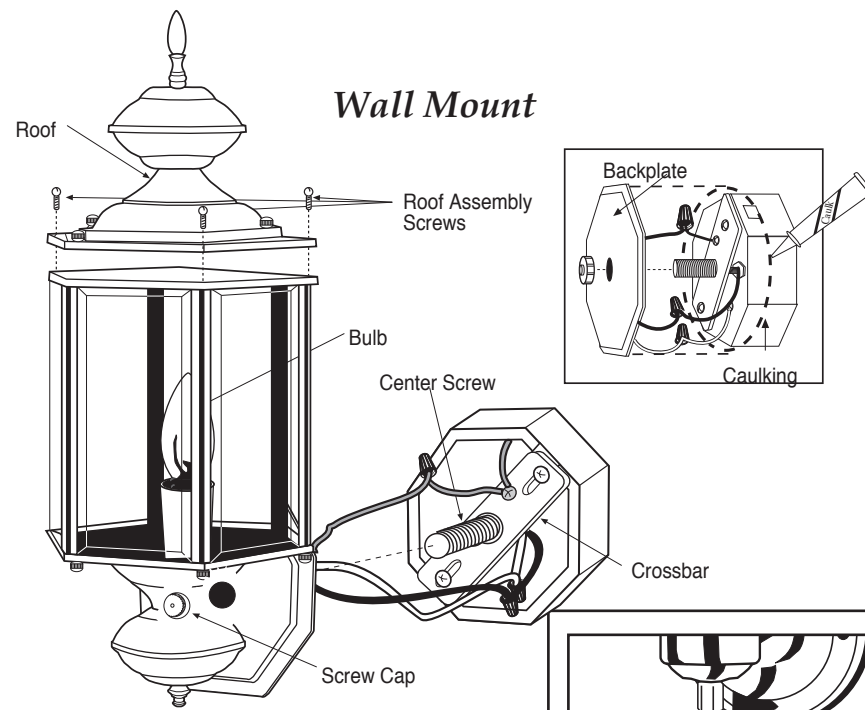

Figura 8
- g.* Para evitar que entre agua a la unidad de reflector individual, no sitúe la luz en un ángulo de más de 65 grados en ninguna dirección (ver la figura 8).